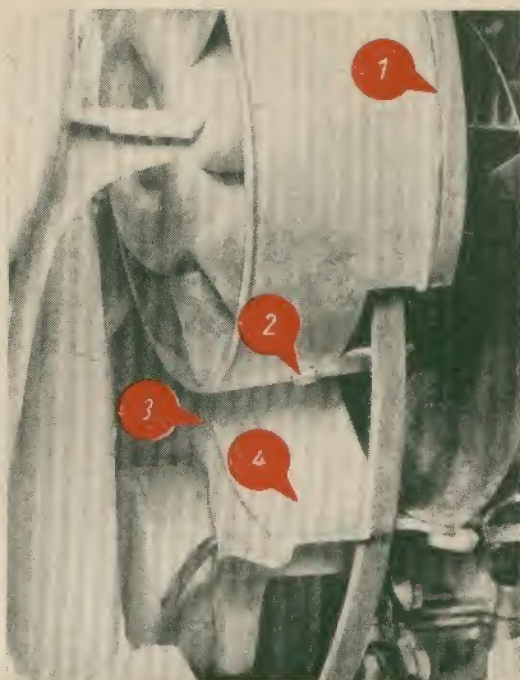

Abb. 47
8. Gebläse schräg ansetzen, Keilriemen auf die Riemenscheibe am Gebläse auflegen. Beim Ansetzen des Gebläses muß der angegossene Zapfen in Höhe der Bohrung des Lagerblocks liegen (Abb. 47).